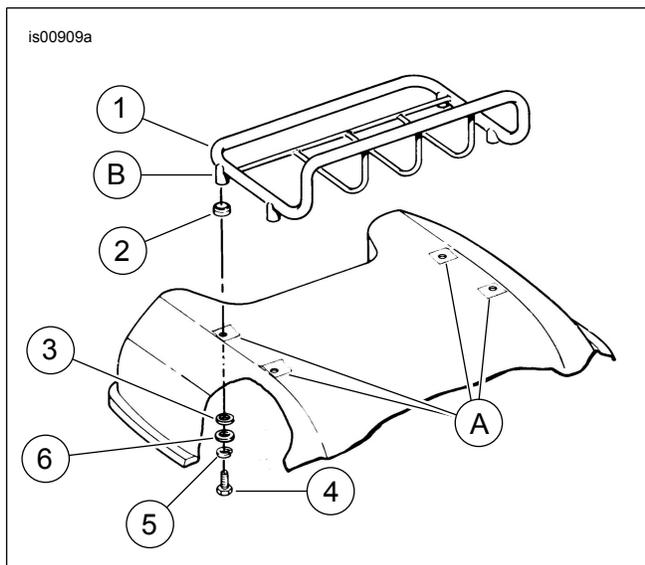

Figure 1. Pièces détachées, kit de porte-bagages Premium Tour-Pak
Voir Figure 1 et Tableau 1.
2. Voir Figure 1. Glisser les coussinets de montage (2) sur chacun des bossages de montage (B) du porte-bagages (1).